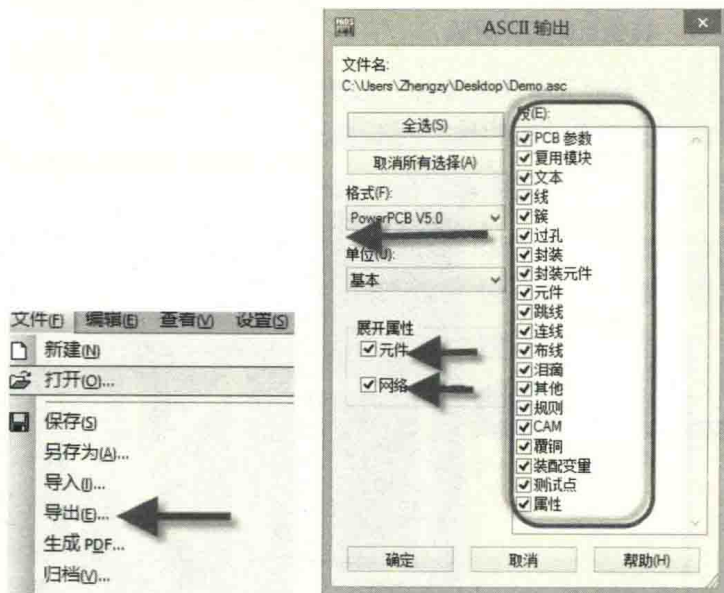

图 11-84 ASC 文件的导出
(1) 用 PADS 打开所需转换的 PCB，执行菜单命令“文件-导出...”，导出 ASC 文件，如图 11-84 中左图所示。
(2) 导出设置时，全选所有元素进行输出，选择“PowerPCB V5.0”格式，并且勾选展开属性选项，保存好导出的 ASC 文件，如图 11-84 中右图所示。